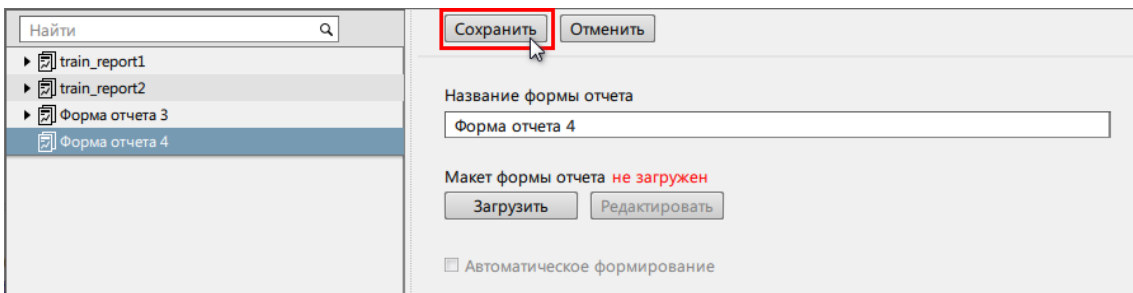

Рисунок 305 - Сохранение
9. Нажмите **Сохранить** (Рисунок 305).